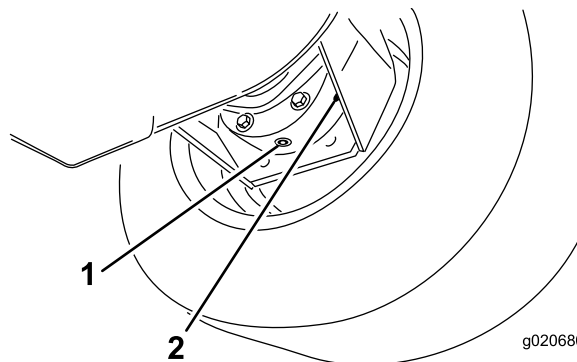

Figure 83
3. Placez un bac de vidange sous le carter de frein et enlevez le bouchon pour permettre à l'huile de s'écouler (Figure 83).